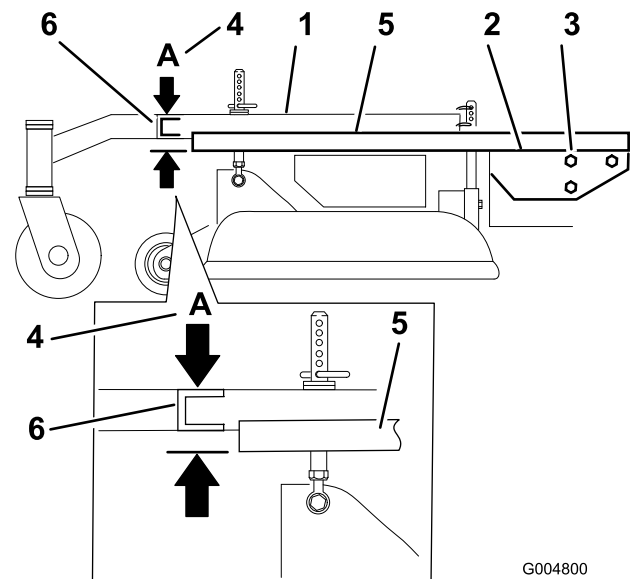

Figura 54
3. Posizionate un lungo bordo diritto sopra la scocca del motore come illustrato in Figura 54.
4. Al canale trasversale del telaio portante, misurate l'altezza al punto A (Figura 54).
6. Allentate i bulloni di fissaggio del telaio portante su entrambi i lati della macchina (Figura 54).
7. Allineate il telaio portante e la scocca del motore portandoli 33 mm, più o meno 6 mm al punto A (Figura 54).